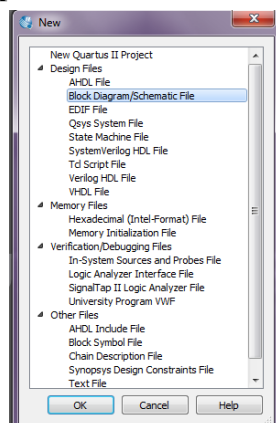

Рис. 2.8. Окно выбора типа создаваемого файла
1. На панели инструментов Quartus II щелкните левой кнопкой мыши по кнопке **File**, а затем в выпадающем меню щелкните по строке *New*, после чего на экране монитора появится окно, представленное на рис. 2.8. В этом окне приведены возможные варианты типов исходных файлов, которые могут быть использованы в реализуемом проекте.